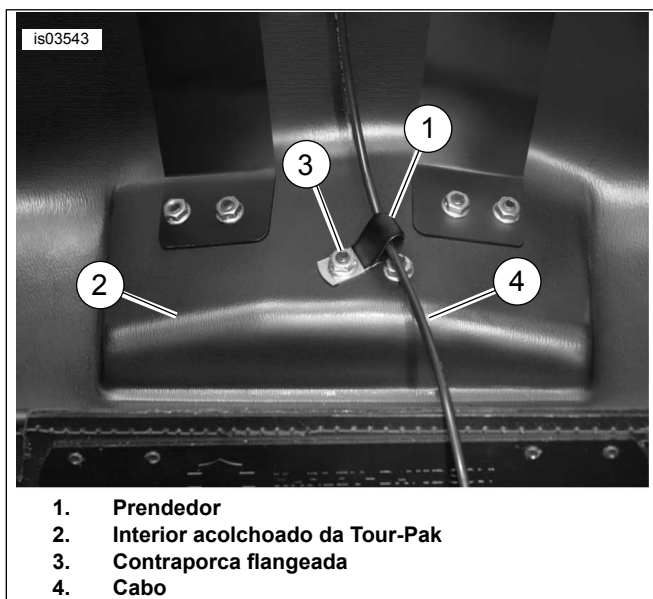

Figura 6. Prendedor e orientação do cabo
6. Veja a Figura 6. Instale o prendedor (1) embaixo da tampa da Tour-Pak (2) usando a contraporca (3) para assegurar a distribuição correta do cabo (4). Aperte a contraporca com firmeza.